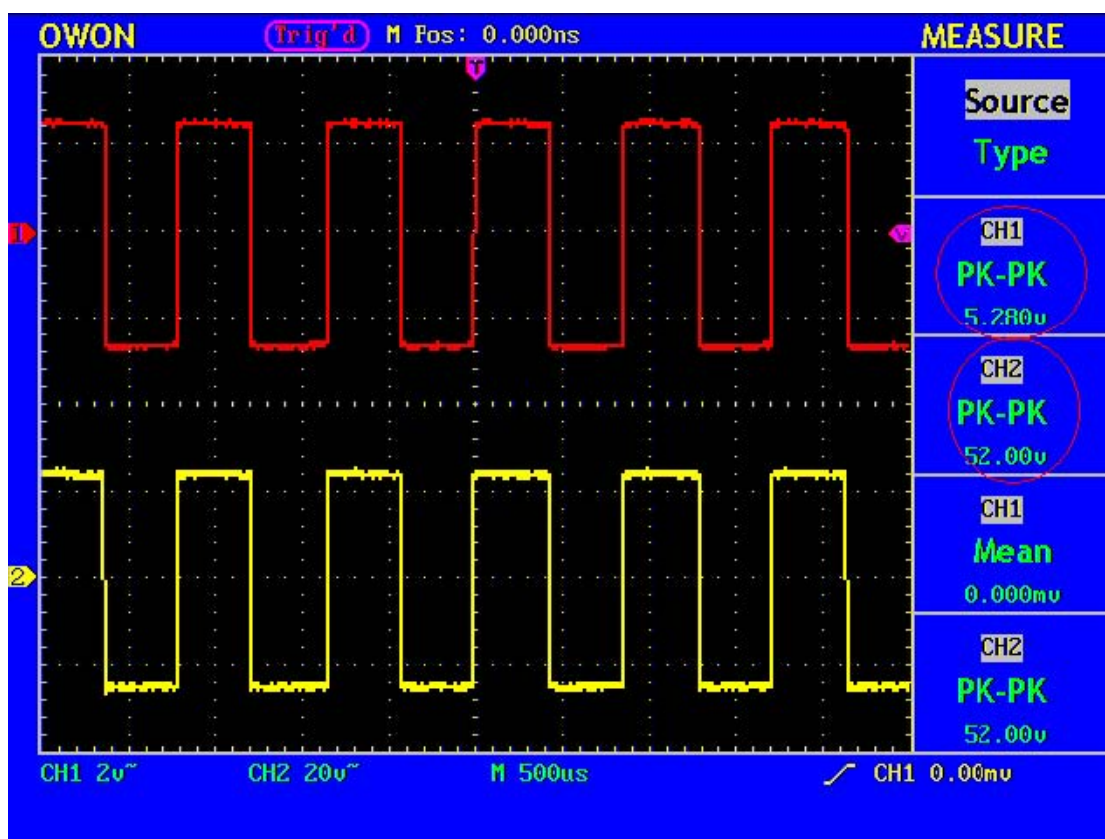

Рисунок 54. Осциллограмма сигнала для определения коэффициента усиления
9. Прочитайте значение амплитуды сигналов канала 1 и канала 2 отображенные в меню (см. рис. 54).